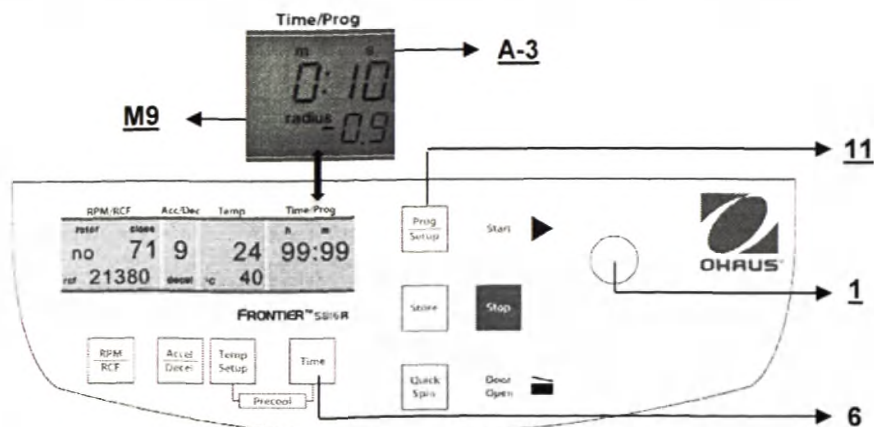

Рис. 21
Закройте крышку центрифуги, затем нажмите одновременно кнопку **«Time»** (6) (см. рис. 21) и кнопку **«Prog/Setup»** (11) и удерживайте их в нажатом положении.